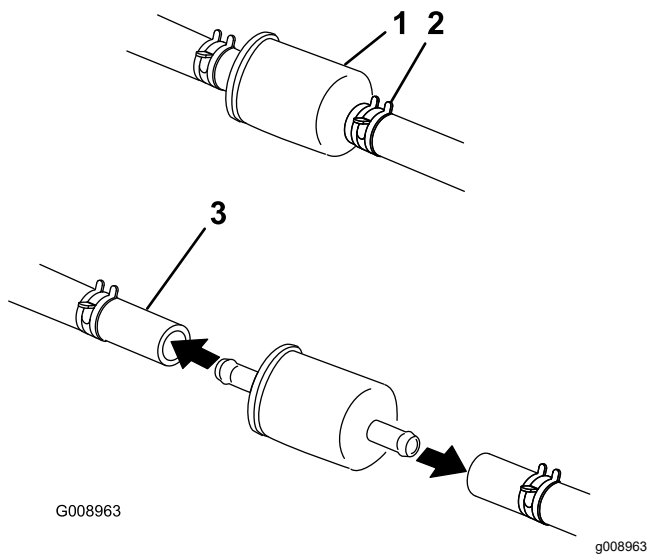

Figura 65
5. Cambie el filtro de combustible (Figura 65).